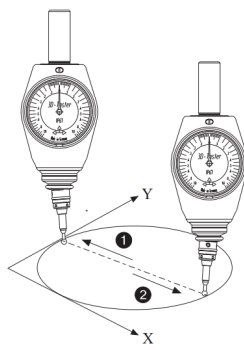

Fig. 9
---Colocar la sonda del comprobador 3D en el orificio y avanzar a lo largo del eje X hasta que la sonda entre en contacto con la pieza de trabajo y el indicador apunte a "0" (Fig. 9).